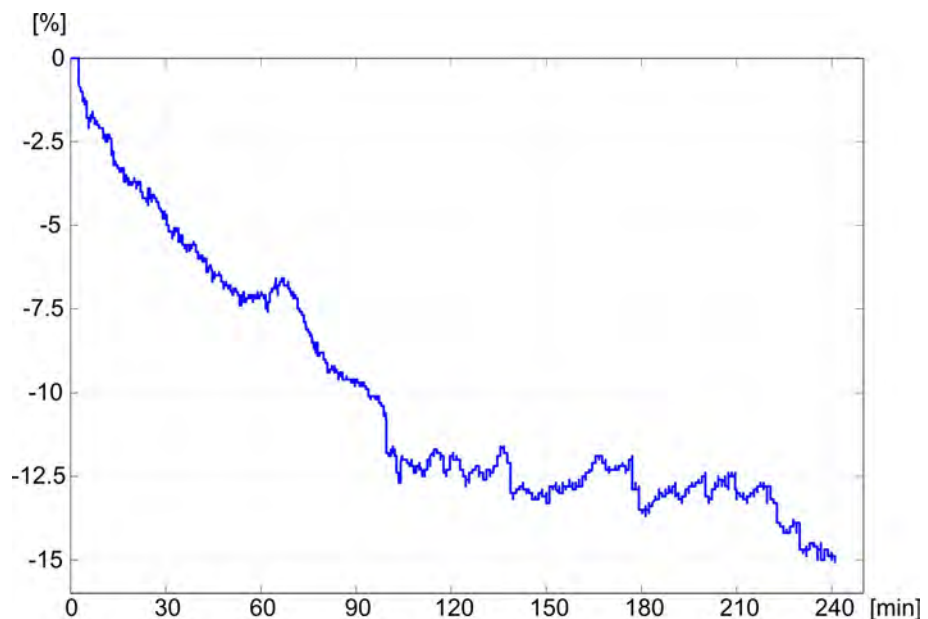

Рис. 11-21 Динамика относительного объема крови (в %) во время терапии (время в минутах)
(Дополнительный) датчик гематокрита (см. раздел 11.4 Контроль гематокрита (датчик НСТ) (297)) регистрирует значения относительного объема крови (коэффициент дельта объема крови в %) с периодичностью в 10 секунд. bioLogic Fusion использует эти значения для расчета наклонов за последние 10 минут динамики RBV (Рис. 11-21), чтобы контролировать нарастание снижения RBV.